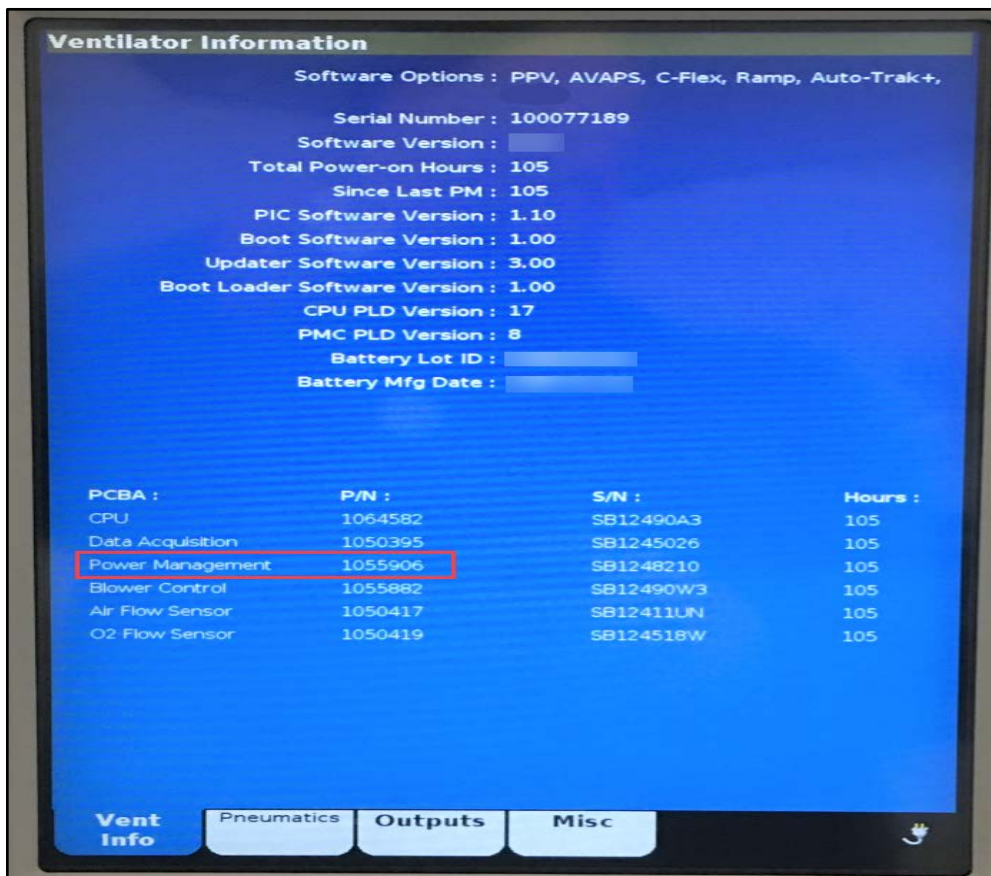

Figura 7: Aba Vent Info (Informações do Ventilador). Consulte o número da peça indicado no PCBA de Gerenciamento de Energia
5. A partir da tela Service (Figura 7), reveja as informações na aba Vent Info (Informações do Ventilador).